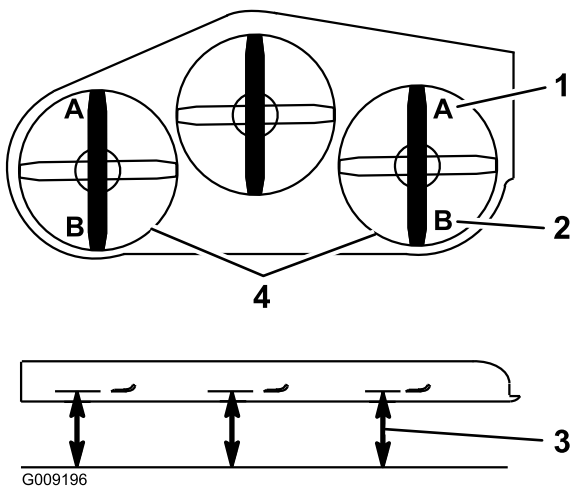

Bild 70
9. Messen Sie an beiden Seiten des Mähwerks den Abstand von der ebenen Fläche bis zur vorderen Messerspitze (Stellung A). Der Wert muss mindestens 7,6 cm betragen (Bild 70).
15. Messen Sie an beiden Seiten des Mähwerks den Abstand von der ebenen Fläche bis zur hinteren Messerspitze (Stellung B). Der Wert muss mindestens 8,3 cm betragen (Bild 70).